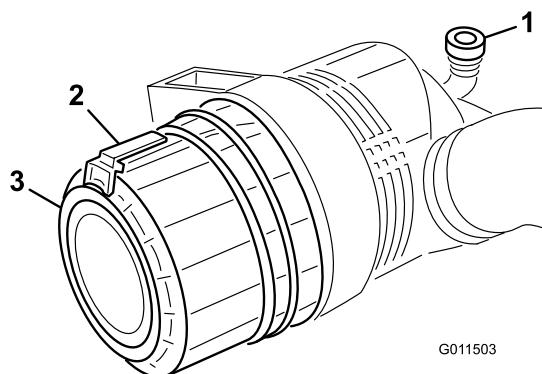

Figura 45
- Tirate il fermo verso l'esterno e ruotate il coperchio del filtro in senso antiorario (Figura 45).